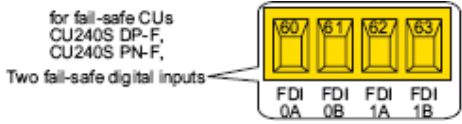

图 15 G120F 故障安全接线端子
(1) 对于通过端子实现安全功能，G120F 提供了 2 组双回路的端子，可以连接 2 个双通道的按钮或者急停开关来实现安全功能的激活（图 15），但通过端子控制时只能选择 2 个安全功能。